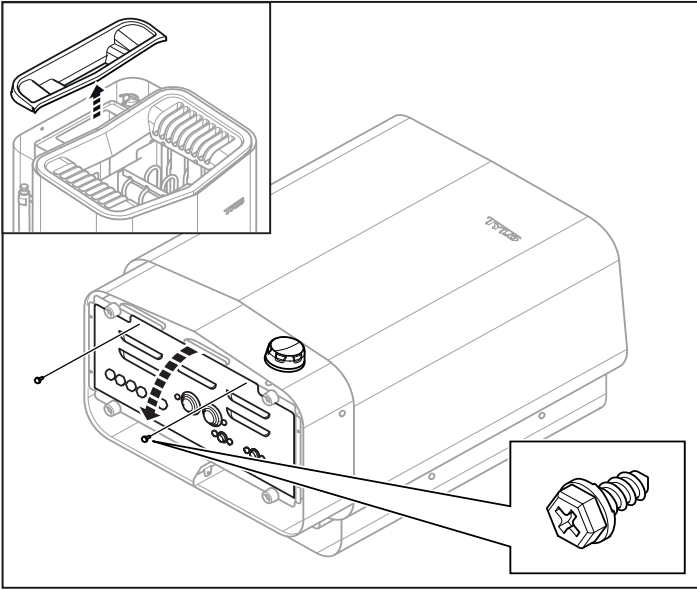

Fig 9: Öppna/stänga luckan
2. Ta bort locket till vattentanken och lägg aggregatet med fronten upp (se Fig 9).
3. Lossa skruvarna och öppna luckan (se Fig 9).
8. Stäng luckan och skruva i skruvarna (se Fig 9).